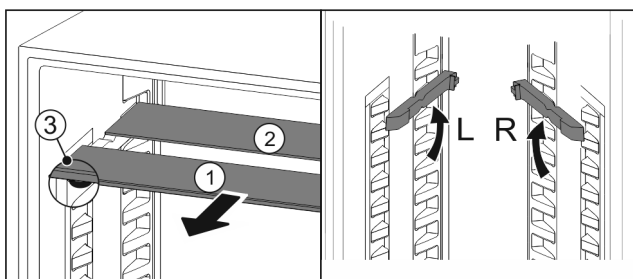

Fig. 85
- Wyciągnąć Fig. 85 (1) pojedynczo półki szklane do przodu.
- ▷ Płyta szklana Fig. 85 (1) z listwą ozdobną znajduje się z przodu.
- ▷ Stopery Fig. 85 (3) wskazują w dół.